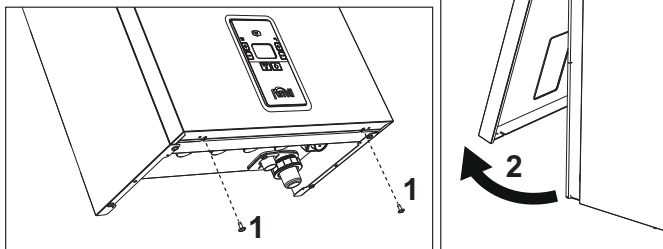

fig. 32- Deschiderea panoului frontal
1. Deșurubați șuruburile „1” (consultați fig. 32).